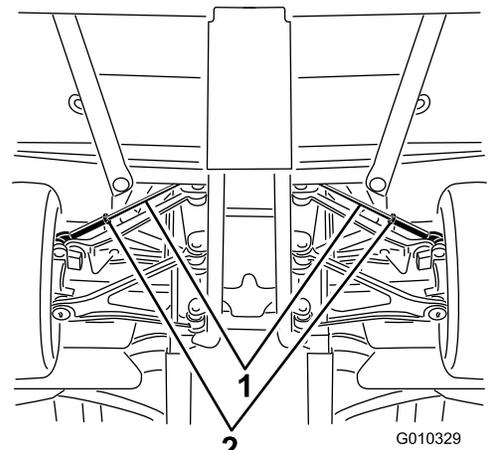

図 56
- A. タイロッドの中心についているジャムナットをゆるめる（図 56）。